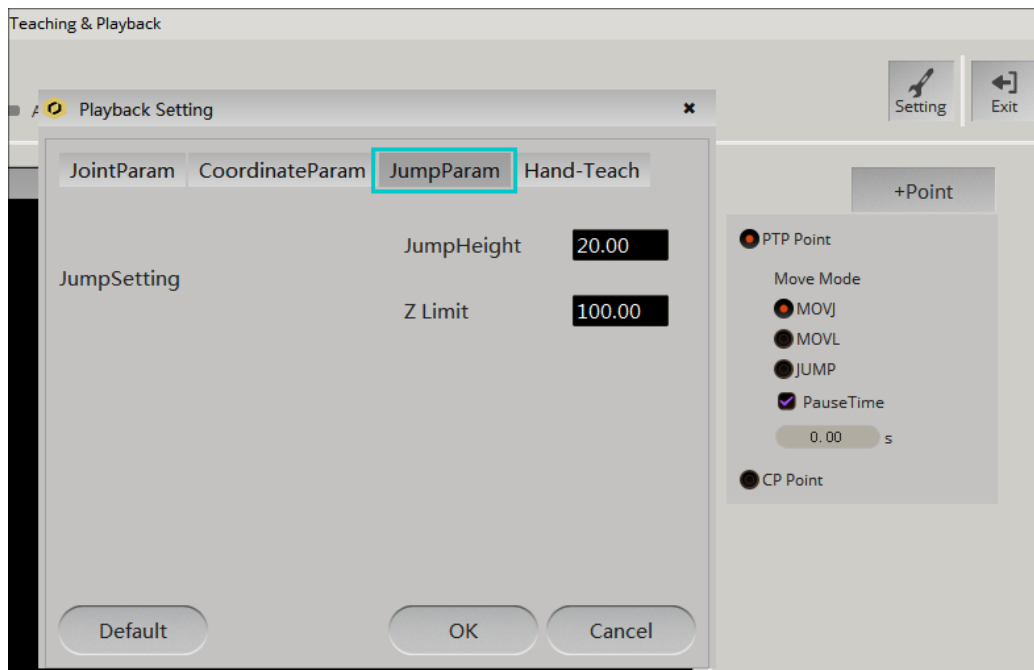

Figure 14 : assignation du paramètre JumpHeight.
- si $Z_A = Z_B$ alors $h_A = h_B = \text{JumpHeight}$ où *JumpHeight* en mm est à définir au préalable dans l'onglet Setting/Playback/JumpParam (voir Figure 14),